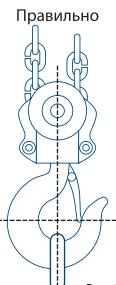

Рис. 3
- Расположите трос или цепь в центре нижнего крюка (рис. 3). Убедитесь, что предохранительная щеколда закреплена.